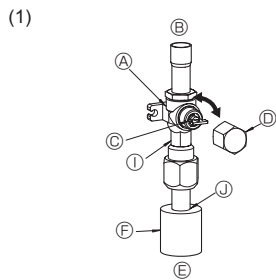
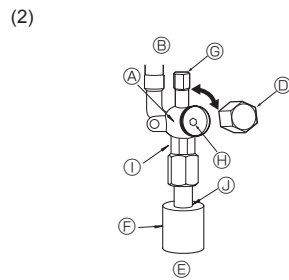

Fig. 4-6
Fig. 4-7
(1) Gaszijde (Fig. 4-6)
- ① Verwijder de dop, trek het handvat naar u toe en draai dit een kwartslag tegen de klok in om de kraan te openen.
- ② Let erop dat de afsluitkraan geheel open is, druk de hendel in en draai de kap terug naar de oorspronkelijke stand.
(2) Vloeistofzijde (Fig. 4-7)
- ① Verwijder de kap en draai de kraanstang zo ver mogelijk tegen de klok in met behulp van een 4mm-inbussleutel. Stop met draaien wanneer de nok wordt bereikt.